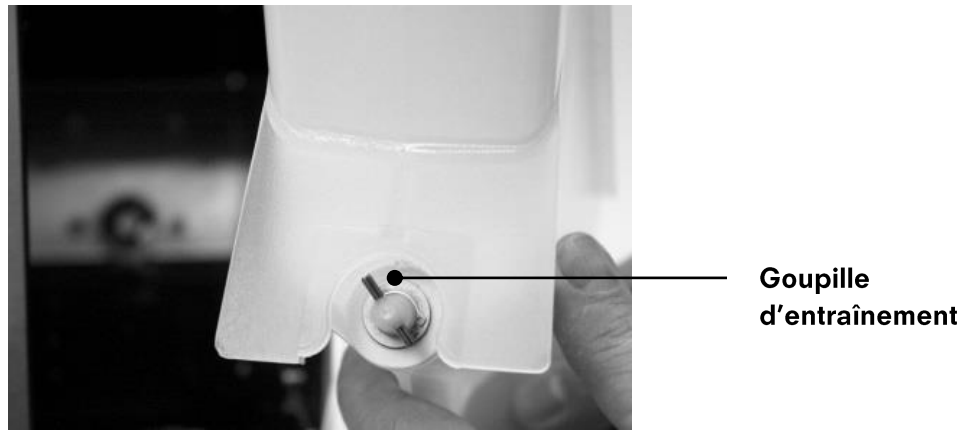
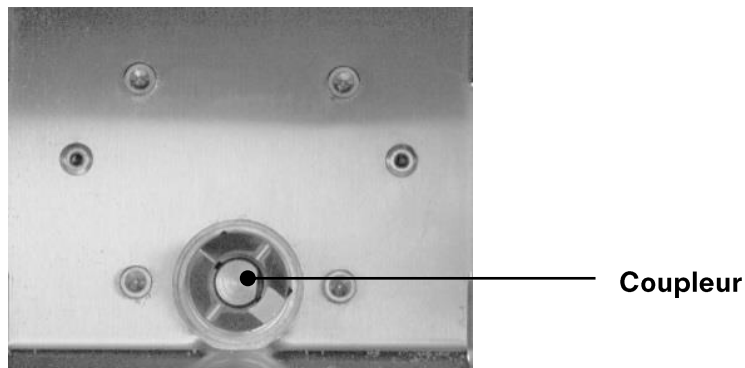

Figure 6 : Goupille d'entraînement sur l'assemblage de la vis sans fin à l'arrière de la trémie
Figure 7 : Coupleur dans le fond du distributeur
- Faites tourner la goupille d'entraînement de l'arrière de la trémie (Figure 6) afin qu'elle soit alignée avec la fente du coupleur dans le fond du distributeur (Figure 7).